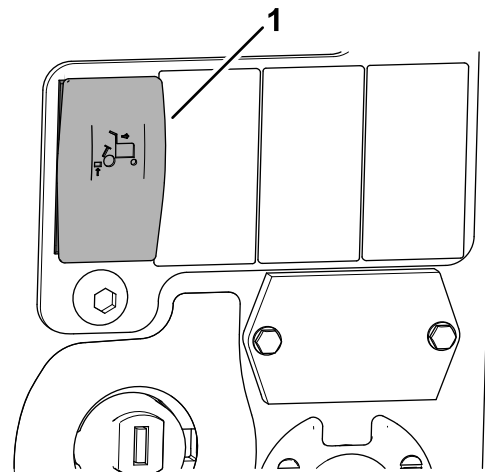

Bild 38
1. Stellen Sie den Schalter für die automatische Hubbegrenzung im Rückwärtsgang in die EIN-Stellung (Bild 38).
- Um die automatische Hubbegrenzung im Rückwärtsgang auszuschalten, drücken Sie den Schalter für die automatische Hubbegrenzung im Rückwärtsgang in die Aus-Stellung (**Bild 38**).